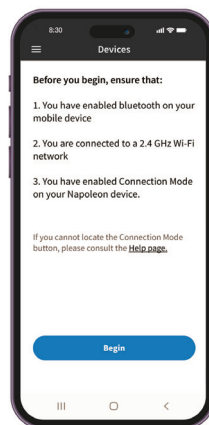

Fig. 7
5. Accepter tilladelseerne. (Fig. 7)